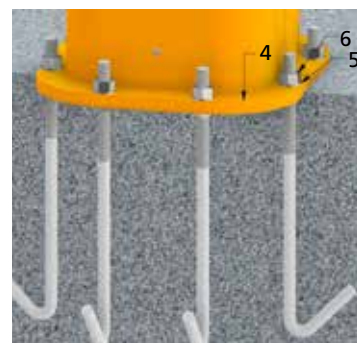

fig.27
3. Erga la columna sin el brazo, levantándola por la parte superior con el equipo adecuado; después de haberla eslingado como se indica, móntela en el marco de fundación colocando correctamente la placa de base 4 y acerque las tuercas 6, interponiendo antes las arandelas planas 5 (fig. 27).
Donati Sollevamenti SRL declina toda responsabilidad en caso de fijaciones distintas de las indicadas en las Fig. 27 y Fig. 28.